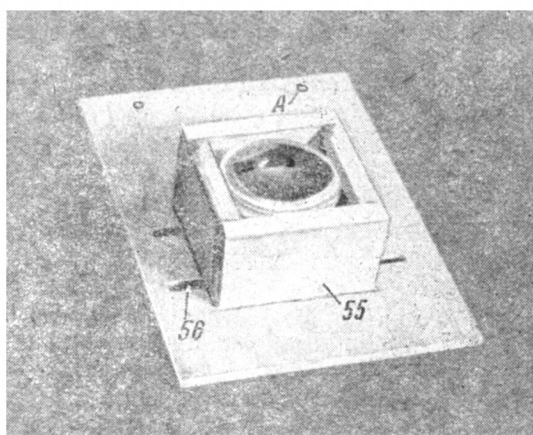

Рис. 40. Основание фонаря и конденсор.
Основанием фонаря будет фанерная доска (53) шириной в 160 мм и длиной в 230 мм. По рис. 40 сделайте в ней шилом два небольших отверстия (А) около кромки.
Не снимая основания фонаря с гвоздиков, очертите карандашом снизу через рамку положение прямоугольного отверстия в основании фонаря (рис. 40а). Увеличьте его размеры во все стороны на 3 мм и выпилите лобзиком.
Рис. 40а. Основание фонаря и конденсор на рамке.